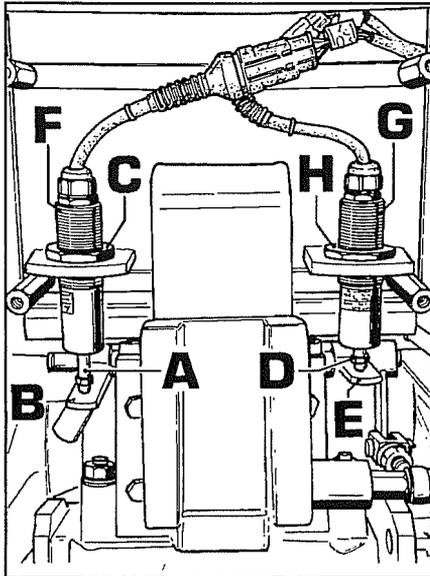

Fig. 50
1. Regulación sensor posición controlada **F** (fig.50):
2. Regulación sensor esfuerzo controlado **G** (fig.50):
- e. Para el control de la regulación del sensor **F** fig.50 mando posición es necesario encender la máquina, bajar el elevador dejando la palanca de mando elevación/descenso en la posición hacia abajo.